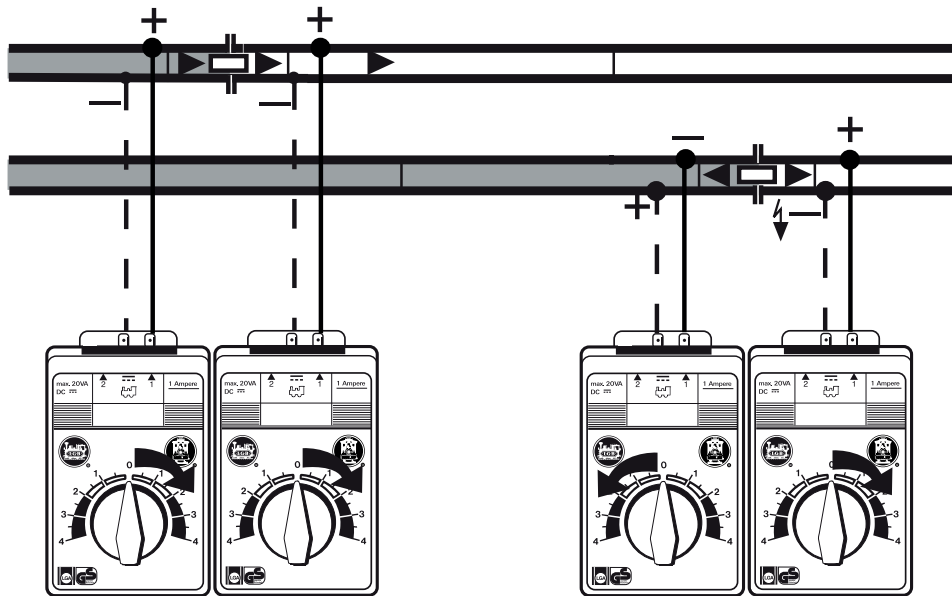

Bild 3, Ill. 3, Fig. 3, Afb. 3, Fig. 3, Figura 3
- Mit einem Trenngleis (10152) und zwei LGB-Trafos können Sie zwei isolierte Streckenabschnitte bauen. Dann können Sie zwei Loks unabhängig voneinander fahren lassen (*Bild 3*).
- À l'aide d'une voie de séparation (10152) et de deux transformateurs LGB, vous pouvez constituer deux sections de ligne isolées. A présent, vous pouvez faire rouler deux locomotives simultanément et les commander indépendamment l'une de l'autre (*Fig. 3*).
- Met een scheidingrail (10152) en twee LGB trafo's kunt u twee geïsoleerde trajecten maken. Dan kunt u twee locs onafhankelijk van elkaar laten rijden (afb. 3).
- Con una vía aisladora (10152) y dos transformadores LGB puede montar dos cantones de vía aislados. Acto seguido, puede dar la orden para que circulen dos locomotoras una independiente de la otra (Fig. 3).